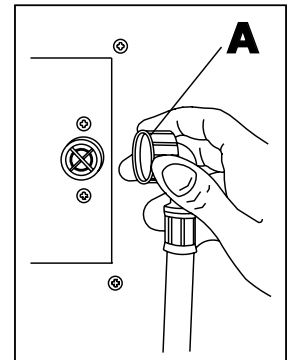

fig. 6
- Conectar al racor de 3/4" Gdel horno el tubo de alimentación del agua enroscando la boquilla (**A** - Fig. 6). Interponer en el circuito un filtro mecánico específico y un grifo de intercepción.